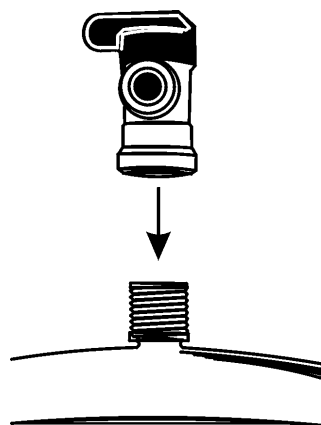

Рис. 11
2. Подсоедините шаровой клапан бака к вершине накопительного бака (см. рис. 11). Во избежание повреждения крана не прилагайте больших усилий при его установке.